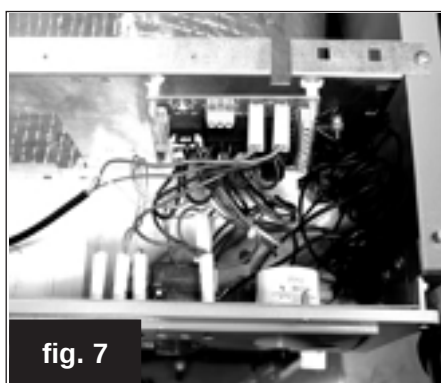

fig. 7
3.2.10 Allacciamento alla rete elettrica (fig. 7, 8, 9, 10)